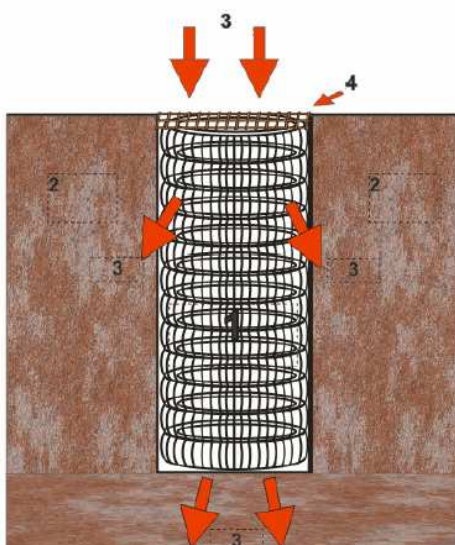

FIGURA 2: Esquema de montagem.
Os tubos de drenagem podem ser dimensionados ao comprimento desejado, utilizando-se o número de pneus necessário para qualquer tipo de drenagem a ser aplicada. Tais tubos podem possuir comprimento e diâmetro variáveis de acordo com o número de pneus e ao tipo de pneus utilizados. A FIGURA 2 representa um tubo de drenagem pronto, utilizando vários pneus inservíveis, em exemplo de aplicação em drenagem. O tubo(1) fica acomodado em buraco feito no solo(2), por onde a água(3) pode penetrar, reabastecendo o lençol freático. Na parte interior dos tubos é feito o seu preenchimento com pedra-de-mão e brita, com a finalidade de evitar acidentes, principalmente com seu uso em ambiente urbano.